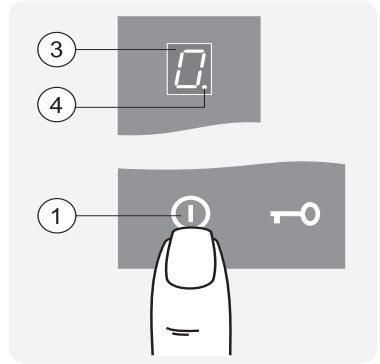

Рис.16
Коснуться зоны со знаком «**Ⓛ**». Во всех окнах индикации конфорок загорится «**0**» и начнут мигать точки индикации **④** (рис.16).